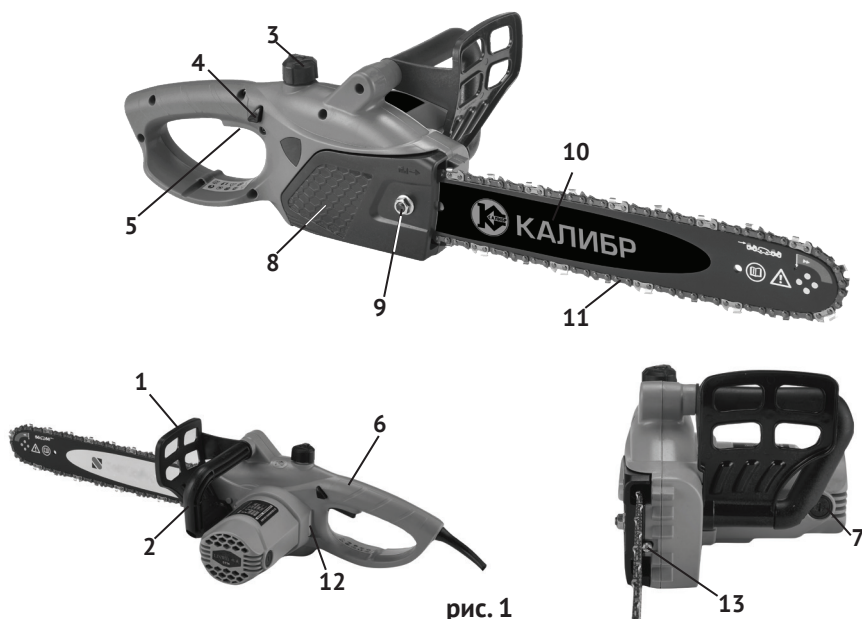

рис. 1
Привод цепи осуществляется однофазным коллекторным электродвигателем. Рабочим органом пилы является пильный аппарат, состоящий из бесконечной (замкнутой) пильной цепи (рис.1 поз.11), бегущей по направляющей шине (рис.1 поз.10).
1.3 Включение пилы в работу осуществляется нажатием на клавишу выключателя (рис.1 поз.5). Выключатель имеет блокировку от случайного включения. Нажатием кнопки (рис.1 поз.4, слева на задней рукоятке), клавиша выключателя разблокируется. После нажатия на клавишу выключателя (рис.1 поз.5), ведущая
2.4 Общий вид пилы представлен на рис.1:
На правой половине корпуса находится крышка шины (рис.1 поз.8). На ней расположены гайка фиксации (рис.1 поз.9) крышки и направляющей шины с цепью.
Слева, перед задней рукояткой, на корпусе двигателя расположено окно контроля уровня масла (рис.1 поз.12).
- открутив гайку фиксации крышки шины (рис.1 поз.9), снять крышку шины;
- пильную цепь (рис.1 поз.11) наденьте на ведущую звёздочку. Уложите верхнюю часть цепи в паз шины, пропустите цепь между зубцами ведомой звёздочки на переднем конце шины;
- слегка натяните цепь винтом (рис.1 поз.13), вращением по часовой стрелке;
- установите крышку шины и слегка затяните гайку фиксации (рис.1 поз.9).
Регулировка натяжения цепи производится винтом (рис.1 поз.13) при ослабленной гайке крепления шины (рис.1 поз.9):
- отверните пробку маслобака (рис.1 поз.3);
- заполните бак маслом до верхней части окна (рис.1 поз.12), следите за тем, чтобы в бак не попала грязь;